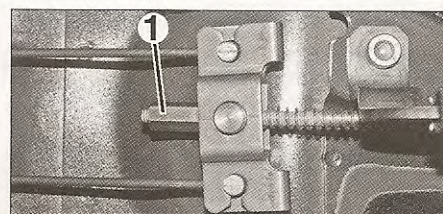

FIG. 9
- Aflojar la tuerca (1) de reglaje del freno de estacionamiento (fig. 9).
- Marcar la posición de la tuerca de reglaje (1) (fig. 9).
- Apretar la tuerca de reglaje (1) hasta que las ruedas estén bloqueadas.